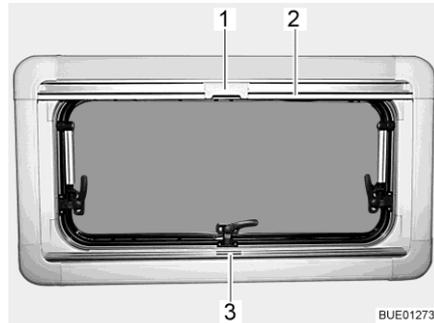

Fig. 98 Ventana abatible
Cerrar: ■ Sujetar el estor plegable por el centro del agarradero (Fig. 98,3), tirar de abajo a arriba y soltarla a la altura deseada. El estor plegable se queda fijo a esta altura.
Cerrar: ■ Tirar del agarradero de la mosquitera enrollable (Fig. 98,2) hacia abajo hasta que choque con el agarradero del estor plegable (Fig. 98,3).
■ Bloquear el cierre (Fig. 98,1) de la mosquitera enrollable con el agarradero del estor plegable.
Abrir: ■ Empujar hacia atrás el cierre (Fig. 98,1) de la mosquitera enrollable por arriba.
■ Regresar la mosquitera enrollable lentamente en el agarradero (Fig. 98,2).